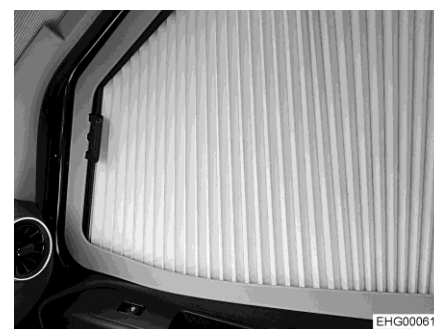

Fig. 65 Dispositif occultant plissé (fenêtre côté passager)
- Tirer avec précaution le dispositif occultant plissé (Fig. 65) vers l'autre côté jusqu'à ce que la fermeture magnétique le maintienne fermé.